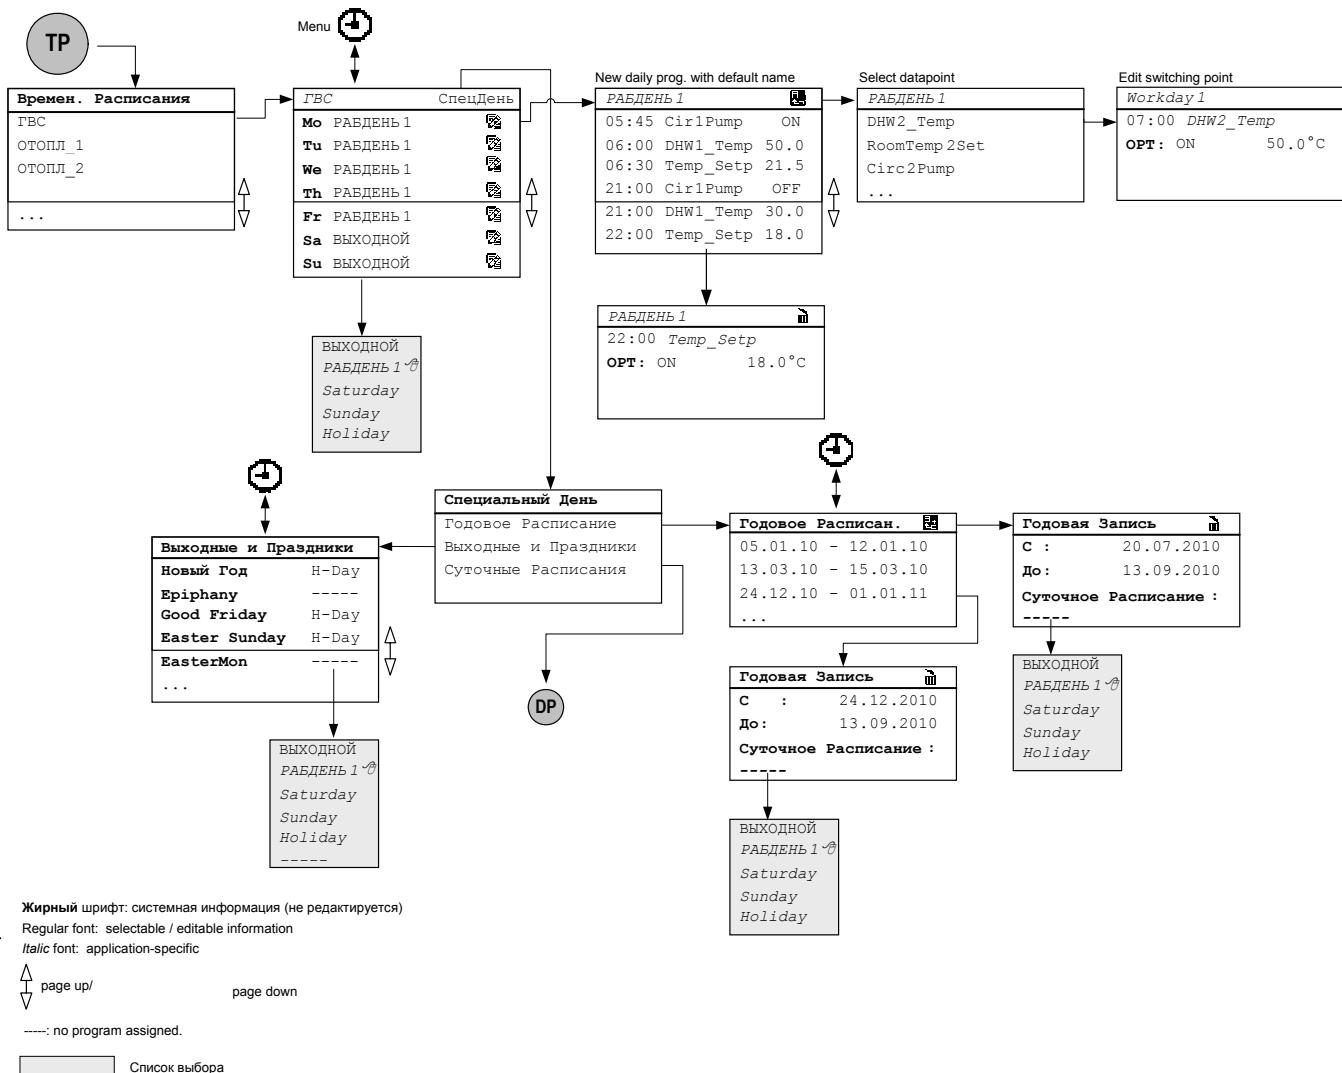

Fig. 16. Последовательность меню “Времен. Расписания”
TP	refers to Fig. 16 , p. 68
(TP)	См. Fig. 16 , п. 68